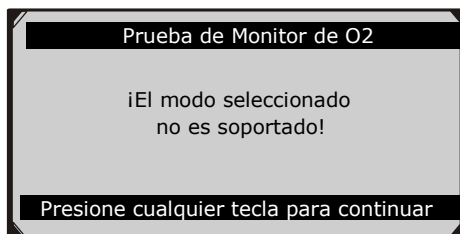

Figura 6.24
- Si el vehículo no soporta el modo, se mostrará un mensaje de aviso en la pantalla. (Figura 6.24)